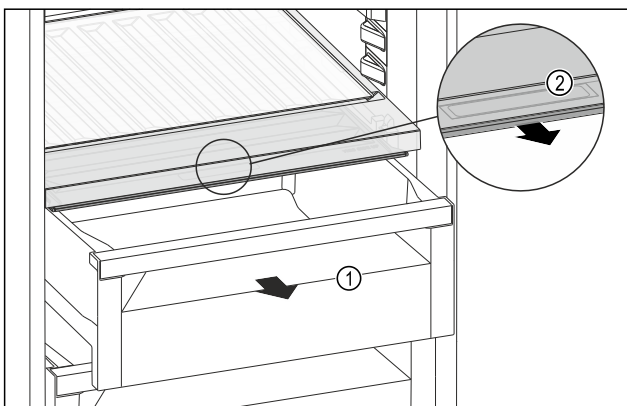

Fig. 111
- ▶ Schubfach Fig. 111 (1) herausziehen.
- ▶ Griffmulde Fig. 111 (2) am Fachdeckel anfassen und Fachdeckel gleichzeitig nach vorne ziehen.